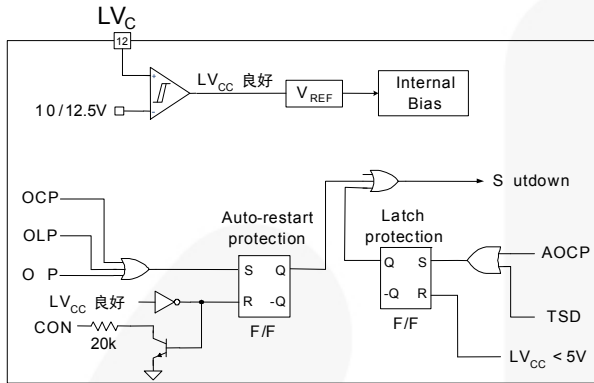

图 24. 保护框图
5. 保护电路：FAN7621B 具有多个自我保护功能，如过载保护 (OLP)、过流保护 (OCP)、异常过流保护 (AOCP)、过压保护 (OVP) 和热关断 (TSD)。OLP、OCP 和 OVP 为自动重启模式保护；而 AOCP 和 TSD 为门锁模式保护，如图 24 所示。